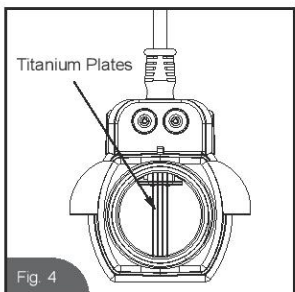

Fig. 4
4. Осмотрите внутреннюю часть электролитического элемента на предмет образования отложений (светлый налет в виде корки или хлопьев). При наличии налета перейдите к действию 5, при отсутствии – к действию 6 (см. рис. 4).